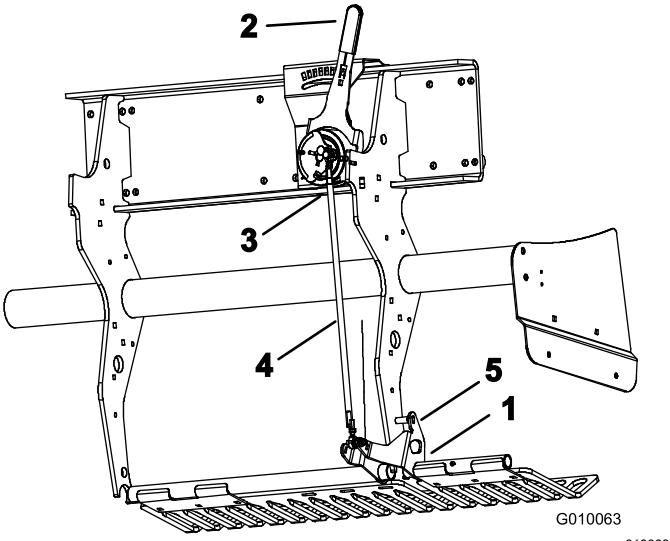

Figura 59
2. Gire el soporte de montaje izquierdo del protector de césped (Figura 59) hacia arriba hasta que pueda introducir un pasador (broca o tornillo de caperuza de 5/16) entre el soporte y el tubo de ajuste de profundidad soldado al bastidor.
3. Mueva la palanca de profundidad de aireación (Figura 59) al ajuste H (mayor profundidad).
4. Desconecte el interruptor de bola externo (Figura 59) del arnés de cables (interruptor de cabezal bajado).
5. Afloje las contratuerzas (izquierda y derecha) del tirante de ajuste de profundidad (Figura 59).